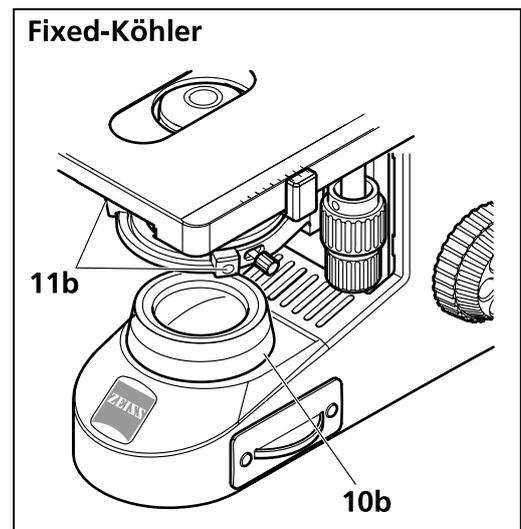
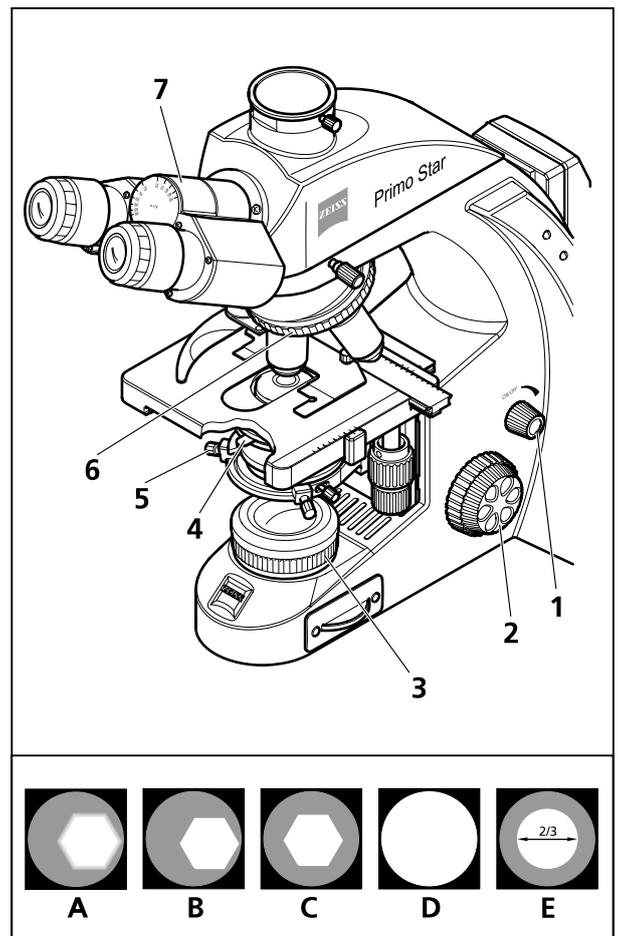

Bild 4 Bedienelemente
Bild 8 Durchlicht-Hellfeld einstellen
- Die Gängigkeit des Grobtriebs (Bild 4/18) ist ab Werk eingestellt und kann bei Bedarf nachgestellt werden.
Legende zu Bild 4:
- Zunächst kontrastreiches Objekt mit Deckglas 0,17 mm nach oben in den Objekthalter des Kreuztisches einlegen. Das Objekt dabei mit dem Federhebel (Bild 4/12) fixieren
- Beleuchtungsintensität mit Drehknopf (Bild 8/1) am Mikroskopstativ einstellen.
- Abbe-Kondensor mit der Rändelschraube zur Höhenverstellung (Bild 4/15) an den oberen Anschlag fahren und Aperturbliendenhebel (Bild 4/14) in Mittelstellung bringen.
- Objektiv 10× mit dem Rändelring (Bild 8/6) des Objektivrevolvers in den Strahlengang einschwenken.
- Am binokularen Tubus (Bild 8/7) zunächst in das eine Okular blicken und mit dem Fokussiertrieb (Bild 8/2) auf das Objekt fokussieren.
- Leuchtfeldblende (Bild 8/3) so weit schließen, dass sie im Sehfeld (auch unscharf) sichtbar wird (Bild 8/A).
- Kondensor mit Rändelschraube zur Höhenverstellung (Bild 4/15) so weit verstellen, bis der Leuchtfeldblendenrand hinreichend scharf erscheint (Bild 8/B).
- Leuchtfeldblende mit beiden Zentrierschrauben (Bild 8/5) des Kondensors zentrieren (Bild 8/C) und anschließend so weit öffnen, bis der Blendenrand ausreichend weit aus dem Sehfeld verschwindet (Bild 8/D).
- Zur Aperturblendeneinstellung (Kontrast) ein Okular aus dem Tubusstutzen herausnehmen und mit bloßem Auge in den Stutzen hineinschauen. Aperturblende mit Hebel (Bild 8/4) auf ca. 2/3 ... 4/5 des Durchmessers der Objektivaustrittspupille einstellen (Bild 8/E). Diese Aperturblendeneinstellung bietet in den meisten Anwendungsfällen den besten Kontrast bei fast voller Auflösung und damit für das menschliche Auge den günstigsten Kompromiss.